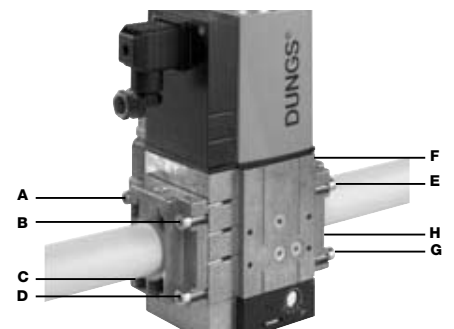

Рис. 11
2. установить устройство MBC....SE и уделить особое внимание прокладкам O-Ring (Рис. 11)